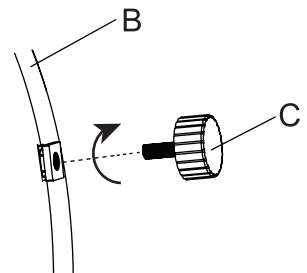

Figure 1
1. Egy másik személy segítségével óvatosan helyezze a tűzrakót (B) egy sima, nem karcoló felületre. Ellenőrizze az alsó négy sarkot, igazítsa a csúszótalpakat (C) a csavarhelyekhez, és csavarja be az óramutató járásával megegyező irányba (lásd Figure 1).